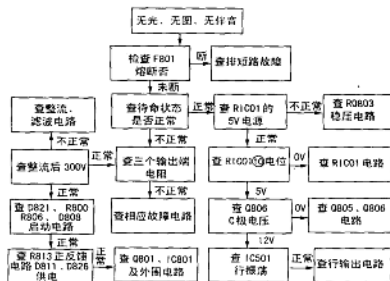

图 1-2 三星 C25 系列大屏幕彩电电源故障检修流程
(1) “三无”。发生“三无”故障时, 应先检查保险丝 F801 是否熔断。如已熔断并内部发黑, 说明开关电源有严重短路故障, 常见为 Q801、C806、C807 击穿, C801、C802 短路。如保险丝未断, 可通电试机, 按图 1-2 所示的检修流程图进行检修。